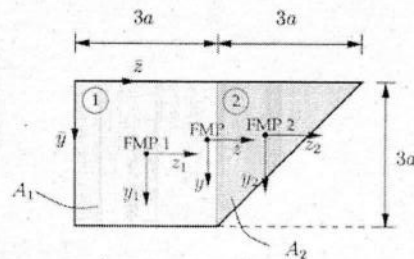

Abbildung 1.6: Querschnittsgeometrie des Biegebalkens
Die Querschnittsgeometrie eines Biegebalkens ist zusammengesetzt aus einem Quadrat ① und einem gleichschenkligen und rechtwinkligen Dreieck ② der Seitenlängen bzw. Schenkellängen $3a$, siehe Abb. 1.6. Der Flächeninhalt der Querschnittsteilflächen ① und ② ist gegeben mit $A_1 = 9a^2$ bzw. mit $A_2 = 9/2a^2$. Das axiale Flächenträgheitsmoment der Teilfläche ② ist bezüglich des y_2 - z_2 -Koordinatensystems gegeben mit $I_{y_2} = 8a^4$.